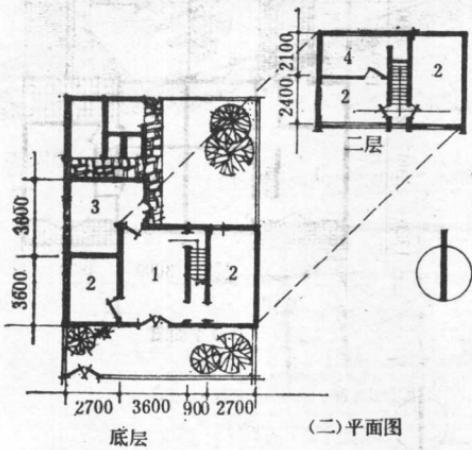

图 10 安徽 2 号方案
(3) 浙江 1 号 (图 9) 、安徽 2 号 (图 10) 方案